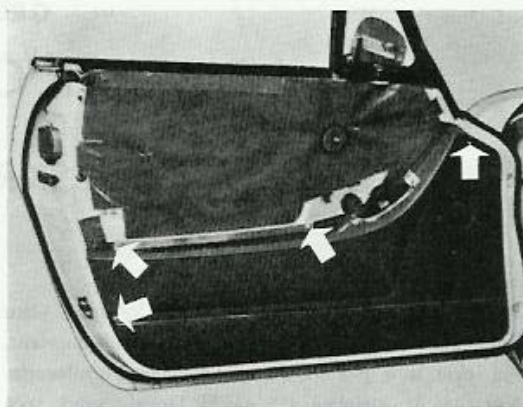

Bild 14. Skruvar för nedre dörrklädsel
4. Därefter lossas skruvarna som håller den nedre delen av klädseln (se bild 14), varefter man